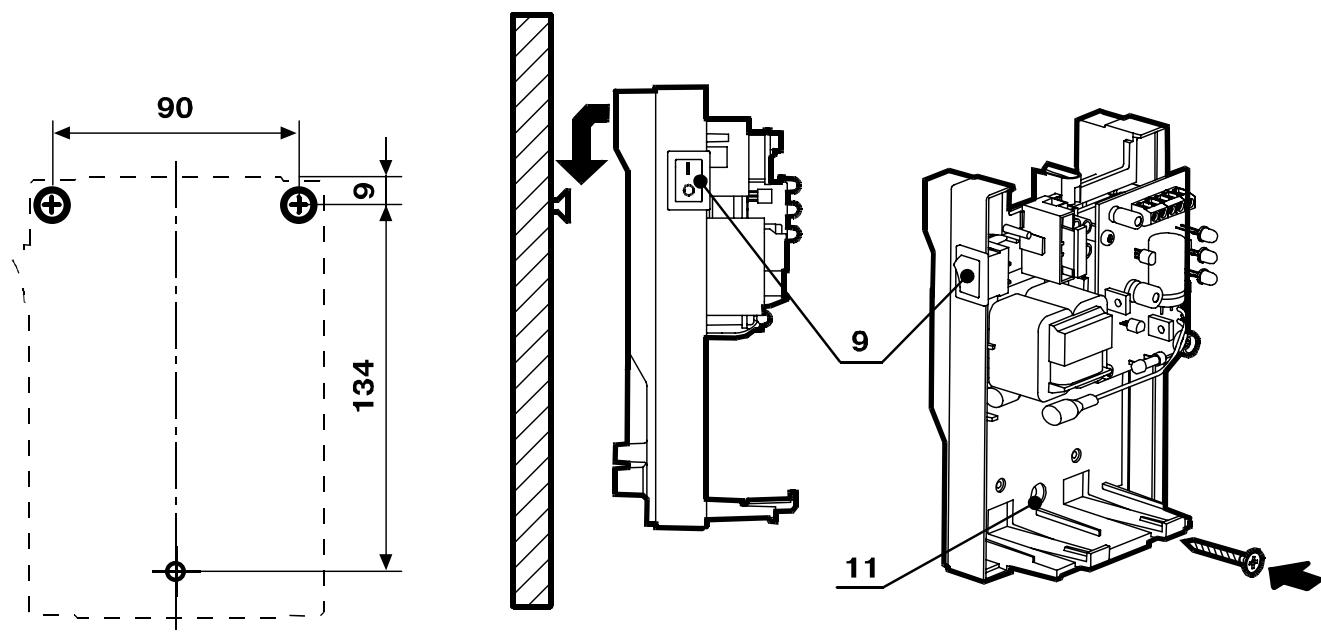

Рисунок 2 – Крепление на стене
6.3 Навесить основание МБП пазами на 2 шурупа (рисунок 2). Зафиксировать его положение на стене, завернув третий шуруп через отверстие 11.